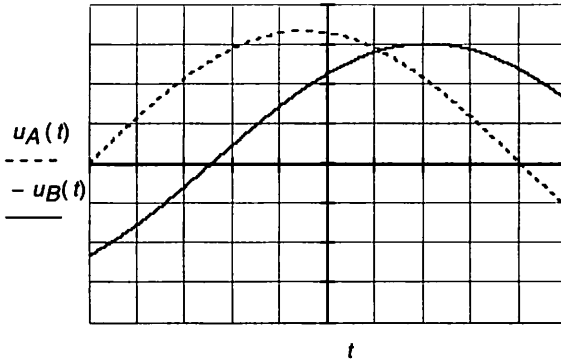

Figure 2.8 Mesure directe,  $\varphi_{(v)} \approx 2,6 \times 20^\circ / \text{div.} \approx 52^\circ$
- Mesure directe en décalibrant la base de temps afin d'obtenir une échelle en degrés par division. En pratique, on ajuste une demi-période, soit  $180^{\circ}$ , sur 9 divisions, ce qui donne une échelle de  $20^{\circ}/\text{div}$ . (Fig. 2.8). On peut aussi ajuster une demi-période sur 10 divisions, ce qui donne une échelle de  $18^{\circ}/\text{div}$ .